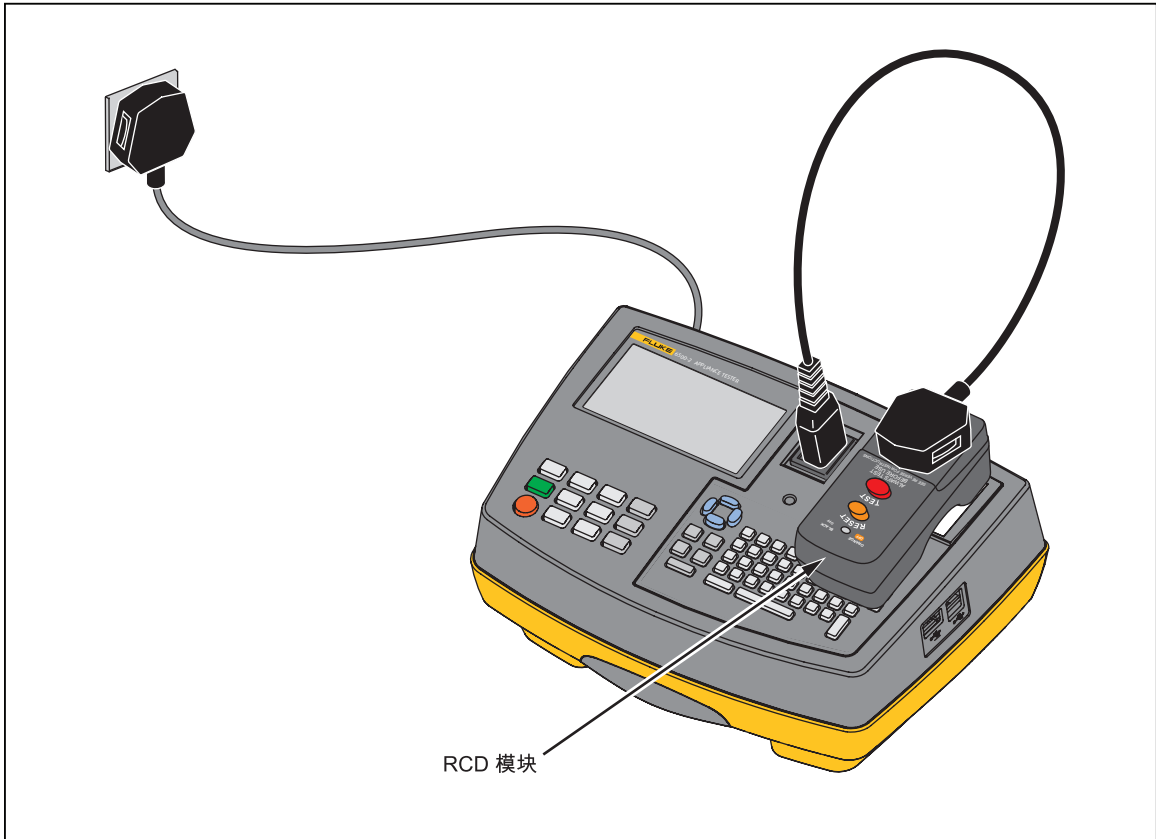

图 9.通用 AC RCD 模块测试
2. 使用 IEC 导线将 RCD 模块的输出端连接至 IEC 接头。请参见图 9。